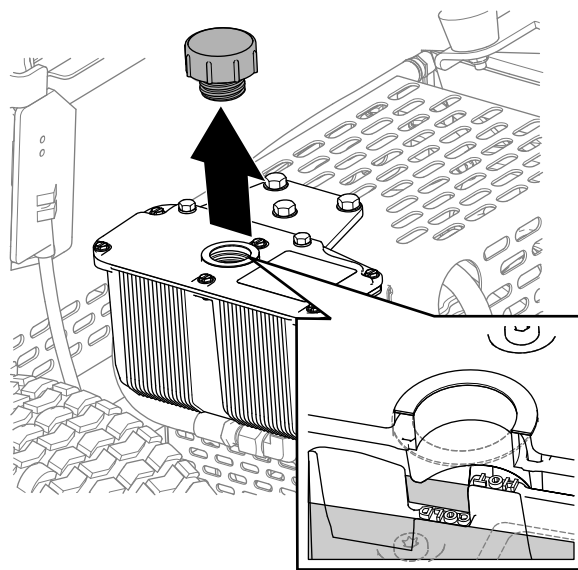

图 35
3. 取下油箱盖并检查油箱的液压油油位 图 35。液压油油位应盖住压印在油箱挡板上的COLD冷字。